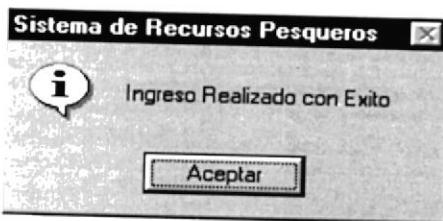

Figura 10.34 Mensaje de Ingreso
2. Si se guarda un cliente nuevo se mostrará el siguiente mensaje (ver figura 10.34).